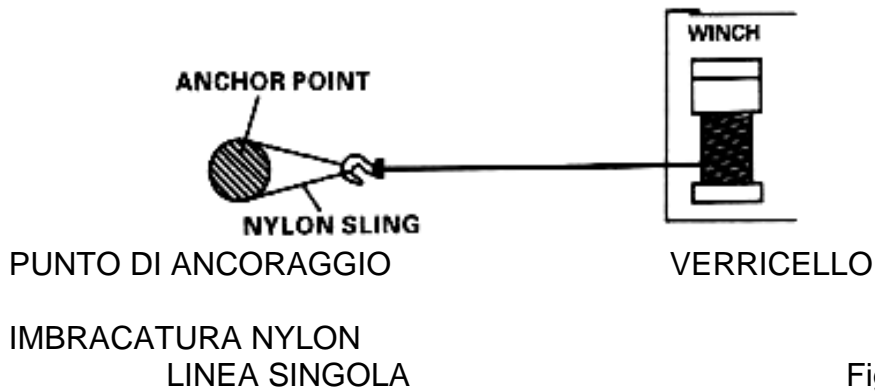

Fig. 8A
1. La manovra più comunemente usata è quella di impiegare un'imbracatura di nylon usata per proteggere l'albero quando viene usato come punto di ancoraggio e la fune viene attaccata all'imbracatura (vedi fig.8A).